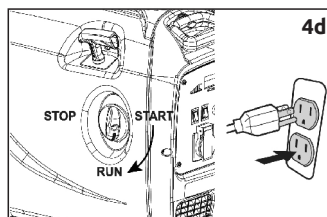

Рисунок 4 – Ручной запуск
1. Поверните тумблер в положение START (рис. 4а)
3. Залейте топливо (рис. 4б).
4. Закройте топливную крышку и переведите флажок в положение ON (рис. 4б).
Шаг 2. Резко потяните шнур до упора (рис. 4с).